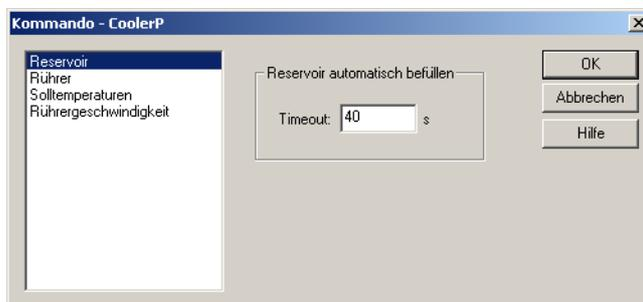

Abb. 74: Dialogfenster Kommando - CoolerP/Reservoir
3. In dem Dialogfenster **[Kommando - CoolerP]** (→ siehe Abb. 74) kann ein Kommando zur Steuerung des Reservoirs ausgewählt werden.